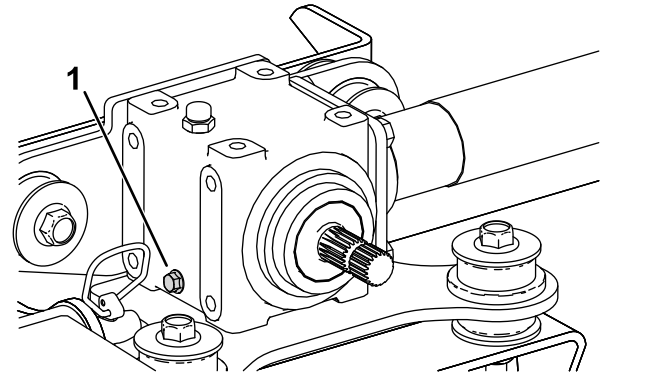

図 25
2. ギアボックスのドレンプラグの下にオイル受けを置く 図 25。
3. ドレンプラグギアボックスの左側を外して、排出されるオイルを回収する 図 25。